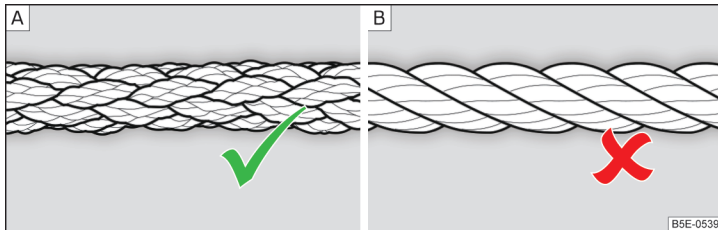

Abb. 232 Geflochtenes Abschleppseil / Gewundenes Abschleppseil
Zum Abschleppen ist ein geflochtenes Abschleppseil zu verwenden » Abb. 232 - A.
- » Abb. 232 - , die Abschleppöse könnte sich am Fahrzeug herausdrehen - es besteht Unfallgefahr.